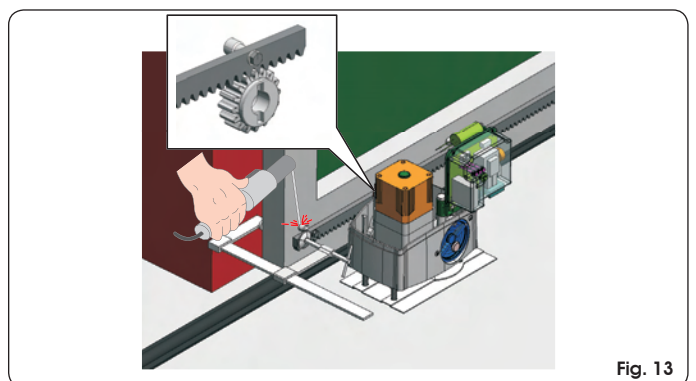
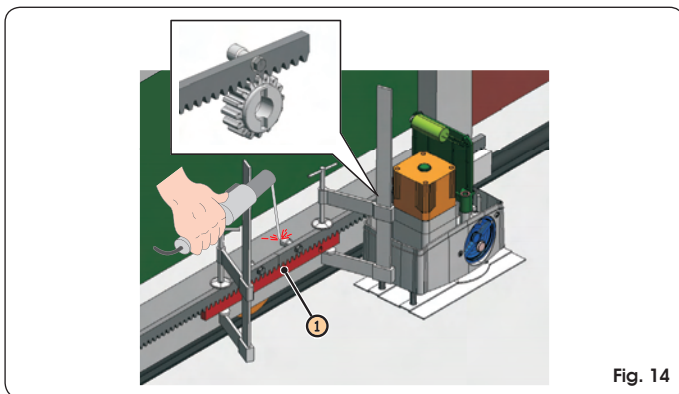

Fig. 13
Fig. 14
- ① Monteer de drie palletjes met schroefdraad op het element van de tandheugel door ze boven in de uitsparing te plaatsen. Hierdoor zal het door de speling in de uitsparing in de loop der tijd mogelijk blijven eventuele bijstellingen uit te voeren.
- ② Zet de vleugel met de hand helemaal open.
- ③ Leg het eerste stuk van de tandheugel vlak op het tandwiel, en las het palletje met schroefdraad op de poort zoals aangegeven in Fig.13.
- ④ Beweeg de poort met de hand, controleer of de tandheugel tegen het tandwiel zit, en las het tweede en derde palletje vast.
- ⑤ Zet een ander element van de tandheugel naast het vorige, en gebruik daarbij een stuk van de tandheugel om de verandering van de twee elementen op elkaar af te stemmen, zoals in Fig.14 ref. ①.
- ⑥ Beweeg de poort met de hand en las de drie pallets met schroefdraad, en ga zo verder tot u de hele poort langs bent geweest.
- ① Zet de vleugel met de hand helemaal open.
- ② Leg het eerste stuk van de tandheugel vlak op het tandwiel en plaats het afstandstuk tussen tandheugel en de rand van de poort. Controleer met een waterpas of de tandheugel horizontaal is, en markeer met een pen waar moet worden geboord.
- ③ Boor een gat  $\varnothing$  6,5 mm en maak manueel schroefdraad voor M8. Draai de bout vast.
- ④ Beweeg de poort met de hand, controleer of de tandheugel tegen het tandwiel zit, en herhaal de handelingen vanaf punt ③.
- ⑤ Zet een ander element van de tandheugel naast het vorige, en gebruik daarbij een stuk van de tandheugel om de verandering van de twee elementen op elkaar af te stemmen (Fig. 14 ref. ①).
- ⑥ Beweeg de poort met de hand, en ga verder met het bevestigen zoals bij het eerste element; ga door tot u de hele poort langs bent geweest.